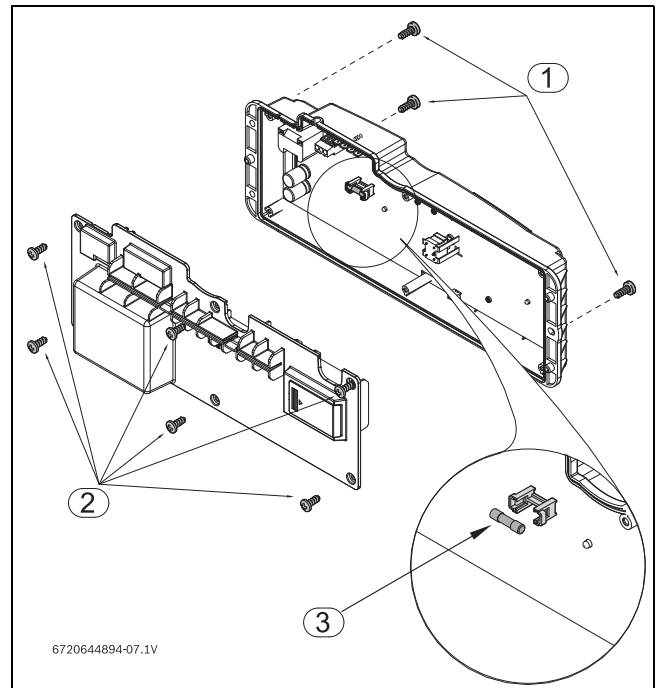

Fig. 44 Posición de los fusibles
- ▶ Quite los seis tornillos de la tapa trasera de la unidad de control, consulte fig. 44, pos. 2.
- ▶ Compruebe los fusibles en la placa electrónica fig. 44, pos. 3.